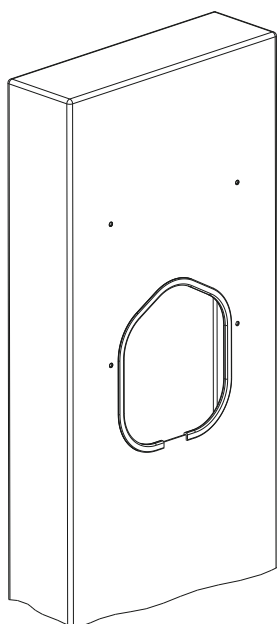
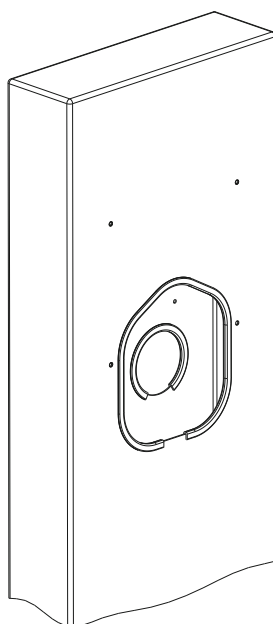

Bild 2
Bild 3
4. Montieren Sie das lange Kantenschutzprofil in die große Öffnung auf der Vorderseite der Stele entsprechend Bild 2. Bei Stelen für zwei Wallboxen muss zusätzlich das kurze Kantenschutzprofil entsprechend Bild 3 in die kleine Öffnung gedrückt werden.